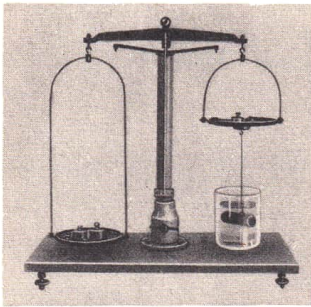

Bild 143
In (4) ist mg die Gewichtskraft, die auf den Körper in Luft wirkt ($G = mg$). Die Auftriebskraft F_A ist der scheinbare Verlust an Gewichtskraft, den der Körper in der Flüssigkeit erfährt, also $F_A = G - G' = (m - m')g$ mit m' als der scheinbaren Masse des eingetauchten Körpers, die mit der hydrostatischen Waage (Bild 143) ermittelt wird. Damit folgt aus (4)
3. Bestimmen Sie die Dichte des gleichen Körpers mit Hilfe einer hydrostatischen Waage (Bild 143) nach der Auftriebsmethode.
5. Bestimmen Sie die Dichte eines feinkörnigen Materials mit Hilfe eines Pyknometers nach Gleichung (11). Überlegen Sie zuvor die zweckmäßige Reihenfolge der Wägungen.